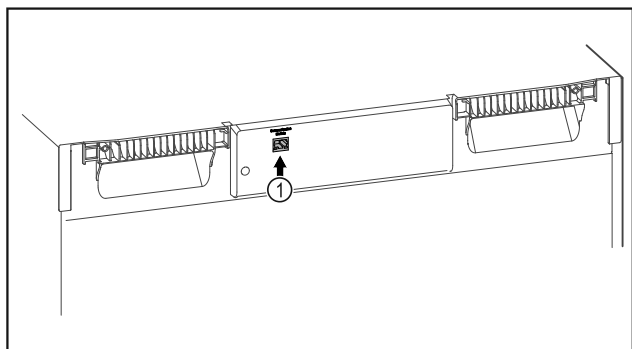

Fig. 87
- ❑ El SmartModule Fig. 87 (1) está colocado.